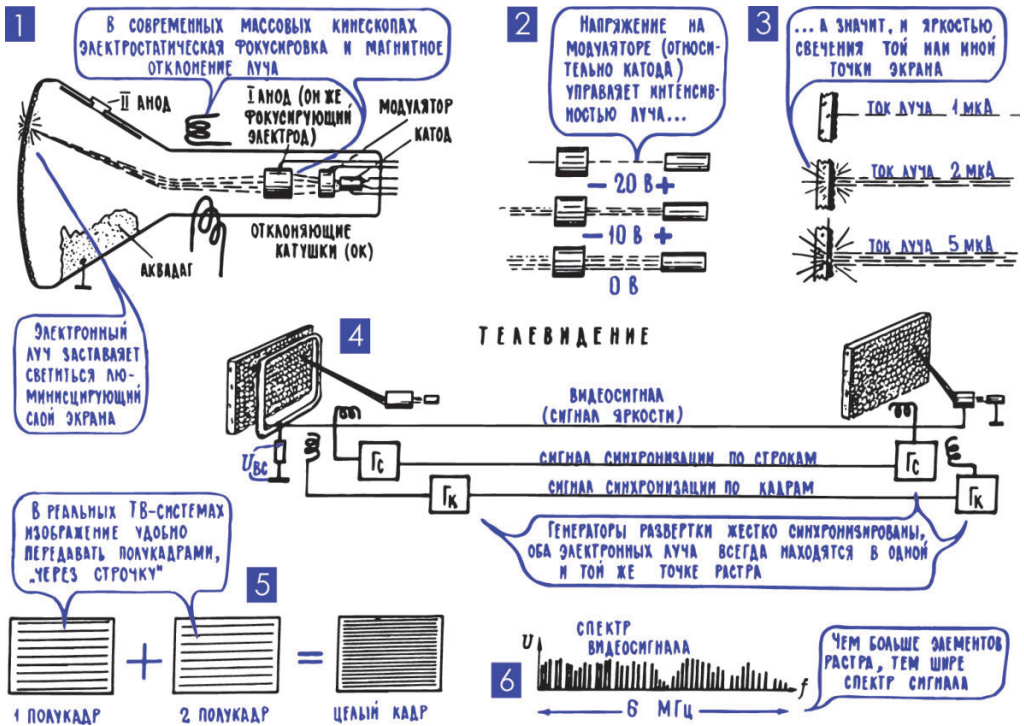

Рис. 13.8. Приемная телевизионная трубка – кинескоп
Для создания световой копии картинки используются особые вещества – люминофоры, которые светятся под действием электронной бомбардировки. Яркость такого свечения тем больше, чем выше энергия электронов и чем больше их попадает в люминофор за единицу времени. То есть если направить на люминофорную точку электронный луч, то можно менять ее яркость, изменяя ток луча (рис. 13.8; 2, 3). Ну, а дальше уже, как говорят шахматисты, дело техники. Создается электронно-лучевая трубка с люминофорным экраном – кинескоп (рис. 13.8; 1). На этот экран направляют острый электронный луч и заставляют его прочерчивать строку за строкой, двигаясь синхронно и синфазно с лучом иконоскопа. Одновременно меняют ток луча в кинескопе в соответствии с информацией, поступившей от иконоскопа (рис. 13.8; 4). В тот момент, когда луч иконоскопа считывает информацию с сильно освещенного участка фотокатода и по нагрузке R_n идет сравнительно большой ток, растет напряжение U_{bc} , которое «плюсом» подается на модулятор кинескопа (рис. 13.8; 4) и уменьшает действующий там «минус» смещения (часто видеосигнал U_{bc} подается на катод кинескопа, что также меняет напряжение между модулятором и катодом). При этом увеличивается ток луча в кинескопе, и на его экране появляется яркая точка. А поскольку оба луча – в иконоскопе и в кинескопе – всегда находятся в одних и тех же точках раstra, то картинка на люминофорном экране кинескопа оказывается точной копией картинка на фотокатоде иконоскопа.
В устройстве кинескопа (рис. 13.8; 1) узнается много знакомых деталей. Катод, управляющий электрод (именно на него подается сигнал, который меняет ток луча, меняет яркость свечения точек экрана), ускоряющий электрод (первый анод), фокусирующий электрод, катушки вертикального и горизонтального отклонения луча (на них подаются отклоняющие пилообразные напряжения строчной и кадровой развертки). Роль второго, главного анода в кинескопе выполняет аквадаг⁴ – токопроводящее покрытие, нанесенное изнутри на стекло трубки, на второй анод подается очень высокое напряжение 15, иногда и 20 тысяч вольт. Эти цифры не требуют
Первичные электроны, то есть быстрые электроны самого луча, на второй анод не попадают – они ударяют в люминофорный экран, заставляют его светиться и при этом выбивают из экрана медленные вторичные электроны. Вот их-то и собирает второй анод (рис. 13.8; 1) и отправляет обратно к источнику высокого напряжения. Этот процесс имеет принципиальное значение; если бы не выбрасывание вторичных электронов, то на люминофорном экране накапливались бы электроны самого луча и через некоторое время у экрана был бы гигантский отрицательный заряд. Таким образом, в кинескопе так же, как и в иконоскопе, замкнутая электрическая цепь создается с участием вторичных электронов.
телевидении, для того чтобы уменьшить мелькания картинки, передаются не целые кадры, а полукадры, и сменяют они друг друга в два раза чаще. Сначала, например, передаются все четные строки (первый полукадр), потом все нечетные (второй полукадр), потом опять все четные (первый полукадр) и т. д.⁶ При этом число полных кадров остается таким же, как в кино (то есть 25 кадров в секунду), а картинка меняется в два раза чаще (50 раз в секунду), что как раз и уменьшает мелькания экрана (рис. 13.8; 5). Что же касается отделения четных строк от нечетных, поочередной передачи полукадров и точного размещения строк на экране, то подобные задачи в электронных схемах решаются не очень-то сложными методами.
В принципе, можно было бы передавать изображение с более высокой четкостью, чем это предусмотрено мировыми стандартами, телевизионная техника позволяет прочерчивать кадр тысячами и даже десятками тысяч строк. Однако повышение четкости, увеличение числа строк не дается даром, оно сопровождается расширением спектра телевизионного сигнала (рис. 13.8; 6).
17. Телевизионные передачи могут вестись только на ультракоротких волнах. В нашей системе передачи изображения передающая трубка и приемная пока связаны проводами (рис. 13.8; 4). По этим проводам идет то, что мы называем видеосигналом, – меняющийся ток (напряжение) с очень широким спектром, от постоянной составляющей до примерно 6 МГц. Такую систему можно сравнить с передачей электрической копии звука по телефонным проводам (гл. 8; 5). А чтобы передавать телевидение без проводов, нужен еще канал радиосвязи – передатчик с антенной, излучающей радиоволны, и приемник, улавливающий эти радиоволны и вновь превращающий их в электрический сигнал (гл. 13; 5).